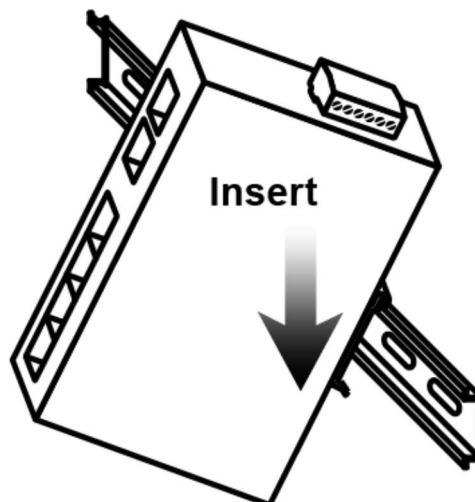

Figure 3.2 : Insérez le convertisseur de média sur le Rail-DIN
Étape 3. Une fois le support sur rail DIN installé à l'arrière du convertisseur de média, insérez le haut de la fixation DIN-Rail comme ci-dessous, Figure 3.2.